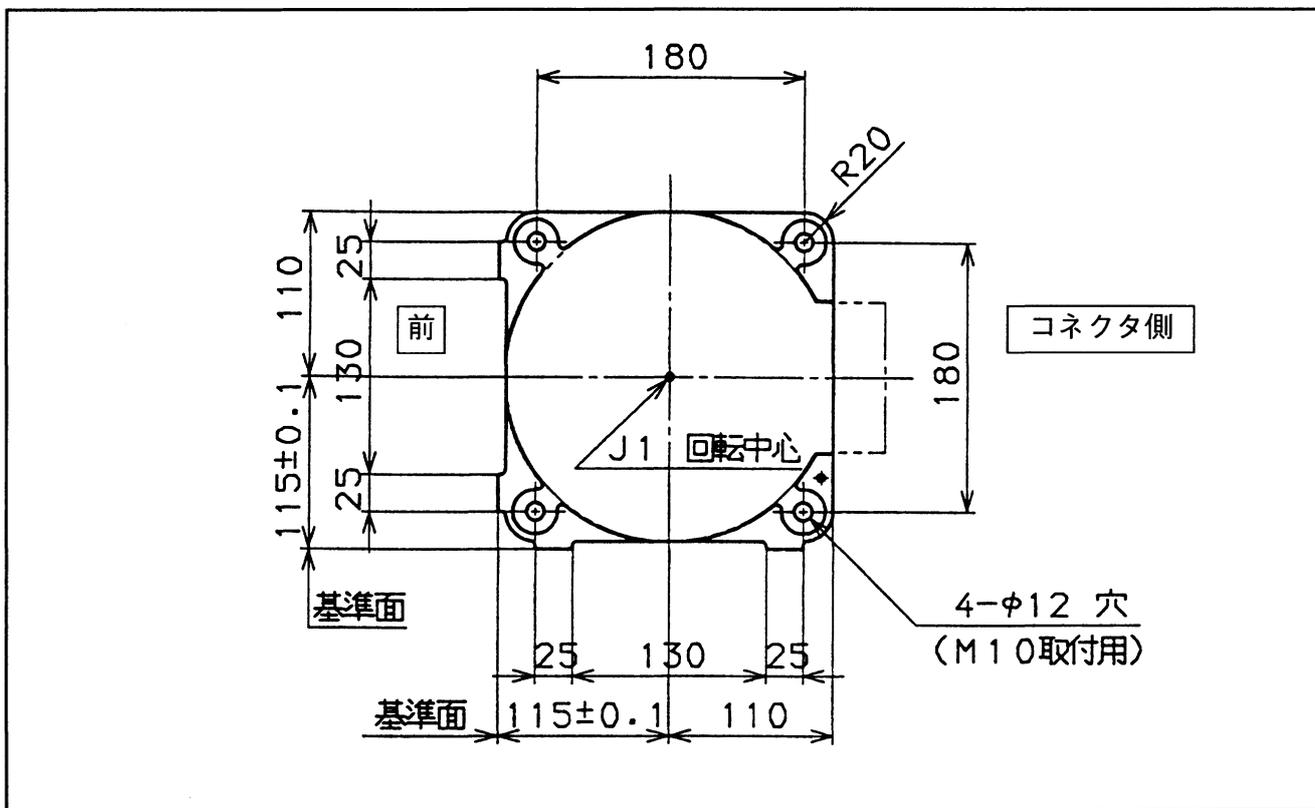

図5-53 固定ボルト位置（上面より）
- ①設置台のロボット固定位置に図5-53の寸法に従って、ボルト穴4ヶ所M10を開けてください。
- ②基準面に当たる所にキー材またはピンを固定して下さい。
- ③ロボットの運搬方法に従って、固定位置に置いてください。
- ④六角穴付きボルトM10×35（JIS強度区分12.9）4本に、長穴用座金を入れて、締め付けトルク71±14N・mで締め付けてください。